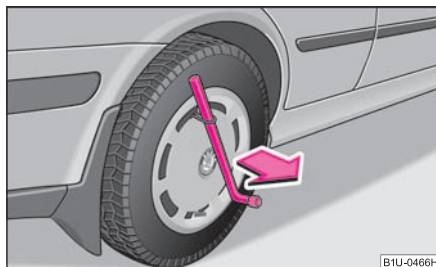

Fig. 166 Demontarea capacului de roată
- Introduceți cheia* prin mâner, sprijiniți cheia de roată și trageți capacul ⇒ fig. 166.